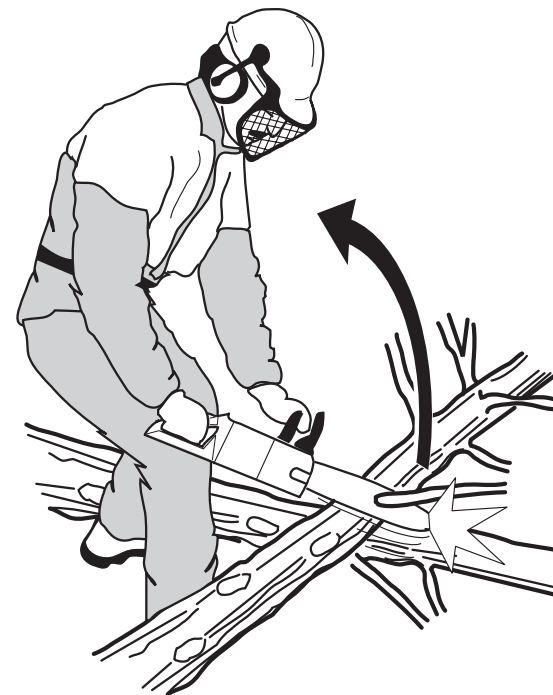

Рисунок 2 — Опасность при обрезке мелких ветвей
• Будьте особенно внимательны при обрезке мелких ветвей (см. рис. 2) и избегайте валки кустов или одновременной обрезки множества мелких веток. Мелкие ветки могут застрять в цепи пильной, вызвать сильный рывок и привести к серьезным травмам. Мы рекомендуем ограничить диаметр дерева до длины